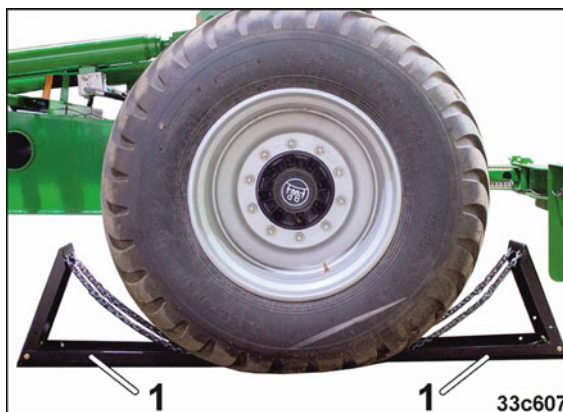

Рис. 154
10. Зафиксируйте машину с помощью противооткатных упоров (Рис. 154/1).